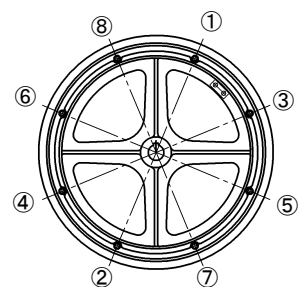

図2 六角ボルト締付け手順
- ⑤ 図2を参考に対角線上の六角ボルトを順番に締付けトルク $10\text{N}\cdot\text{m}$ ($102\text{kgf}\cdot\text{cm}$)程度で仮締めし、ゴムリングがはみ出していないことを確認してください。 $17.2\sim 27\text{N}\cdot\text{m}$ ($175\sim 275\text{kgf}\cdot\text{cm}$)となるまで、均等の締付けトルクで六角ボルトを締めてください。
六角ボルトを一箇所ずつ本締めするなど、無理な締付けをするとひび割れ等の原因となりますので必ず数回に分けて図2の締付け手順で、締付けを行ってください。